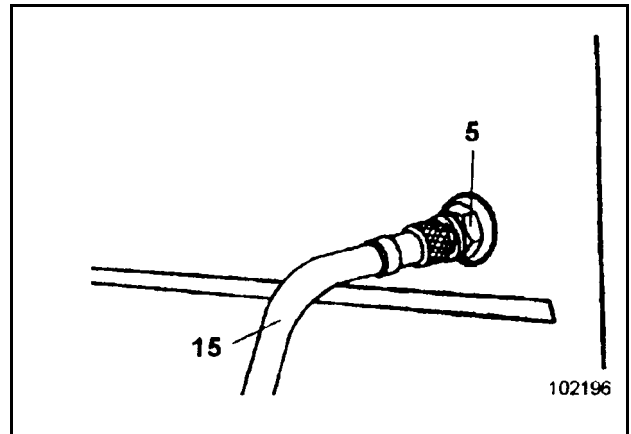

Fig. 3-67 :
- Placer la machine de manière à ce qu'elle soit légèrement inclinée vers le robinet de vidange (5, Fig. 3-67 :).